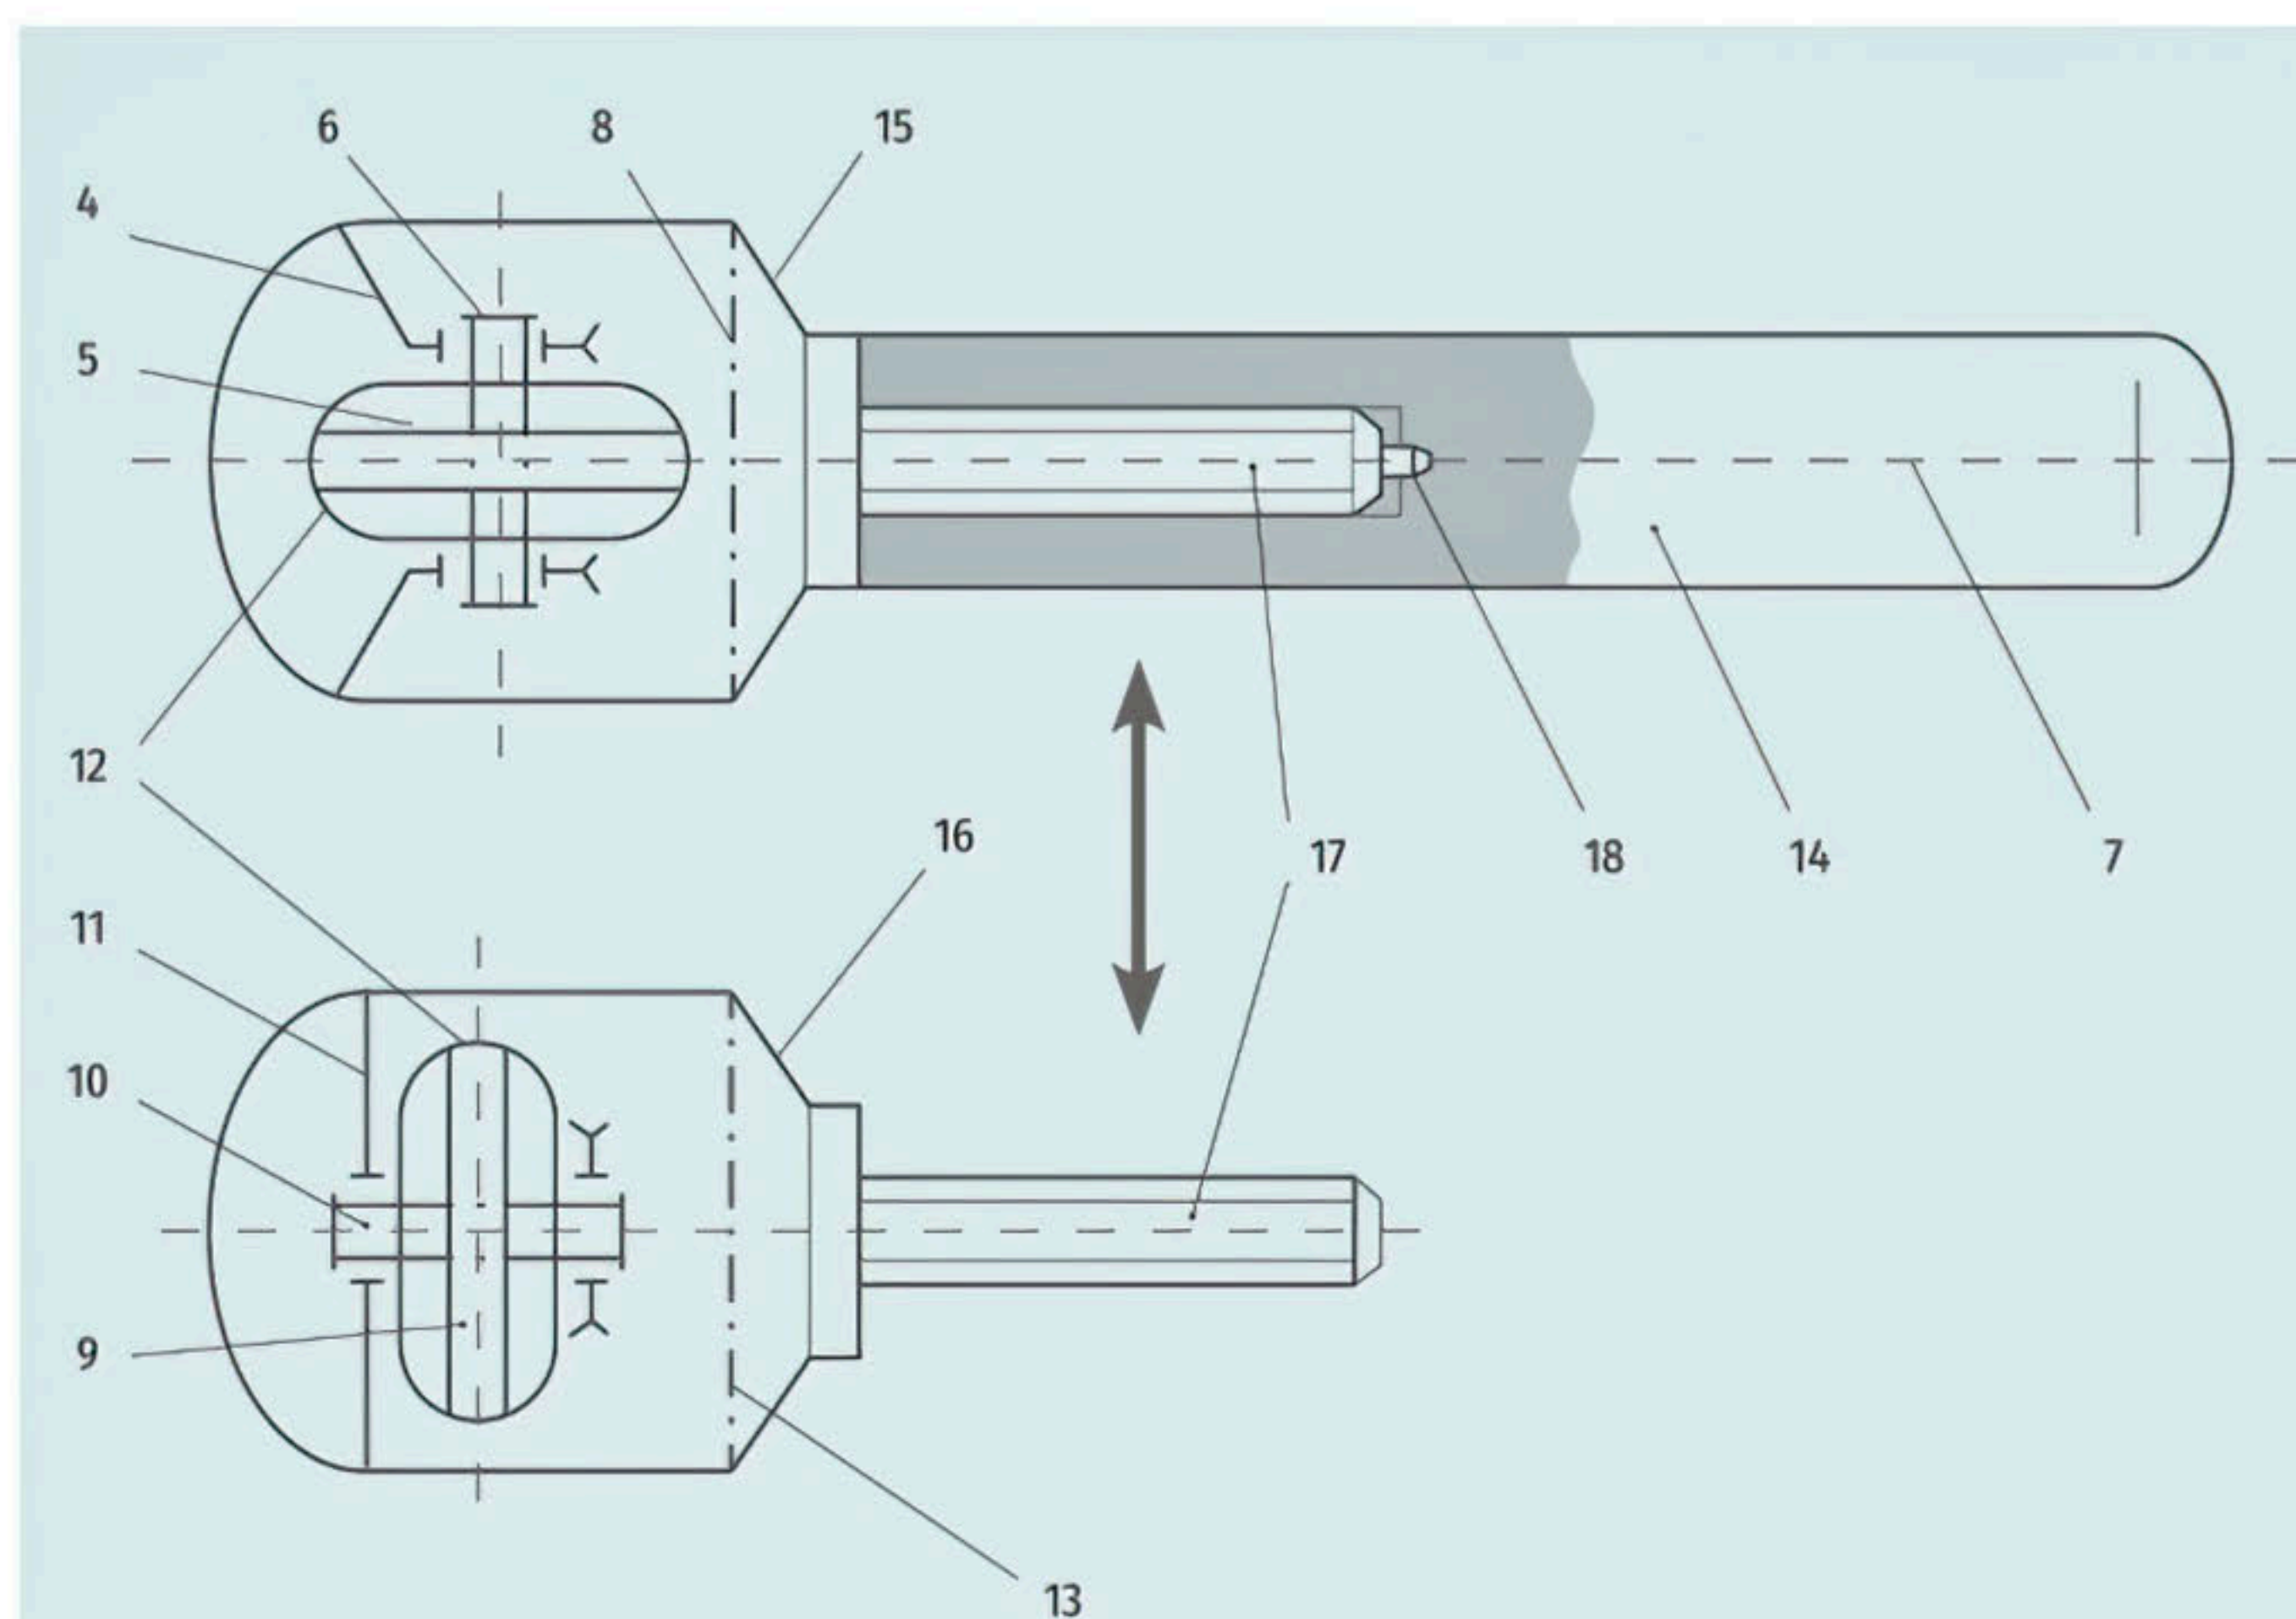

Рис. 2. Массажное устройство по второму варианту (вид в плане):
Устройство для массажа десен по второму варианту конструктивного исполнения содержит (рис. 2) продолговатую рукоятку-хвостовик 14 с массажной головкой 15 на ее конце. В головке 15 на держателе 4 (U-образном) съемно установлен один (5) из минимум двух массажных роликов (5 и 9) на оси 6, ориентированной поперек продольной оси 7 рукоятки-хвостовика 14. Устройство дополнительно укомплектовано второй массажной головкой 16. В ней на втором держателе 11 съемно установлен ролик 9 на оси 10. Последняя ориентирована вдоль продольной оси 7 рукоятки-хвостовика
14. При этом предусмотрена возможность неоднократной оперативной установки на выбор одной из головок — либо 15, либо 16 — посредством жесткого разъемного соединения винт-гайка 17-18. Здесь резьбовое отверстие 18 выполнено либо в теле рукоятки-хвостовика 14 (см. рис. 2), либо в телах сменных головок 15 и 16.